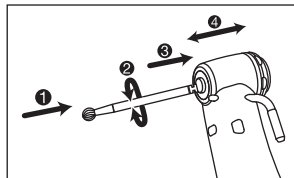

Abb.1
- 1) Setzen Sie den Bohrer/die Fräse in den Kopf ein. (Abb. 1 ❶)
- 2) Drehen Sie den Bohrer/die Fräse leicht, bis sie in den Mechanismus einrasten. (Abb. 1 ❷)
- 3) Schieben Sie die Fräse/den Bohrer nach innen, damit sie/er einklickt und dann verriegelt ist. (Abb. 1 ❸)
- Nachdem die Fräse/der Bohrer an ihrem/seinem vorgesehenen Platz verriegelt wurde, ziehen Sie leicht an der Fräse/dem Bohrer, um sich zu vergewissern, dass die Fräse/der Bohrer gesichert ist. (Abb. 1 ❹)